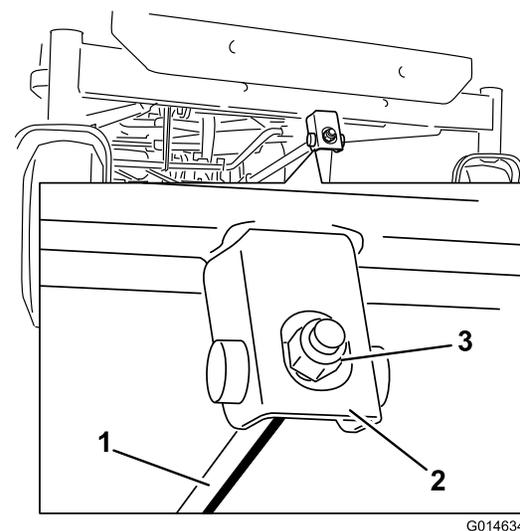

図 56
6. 調整は、デッキの前面にある前部ロックナットを回して行う **図 56**。